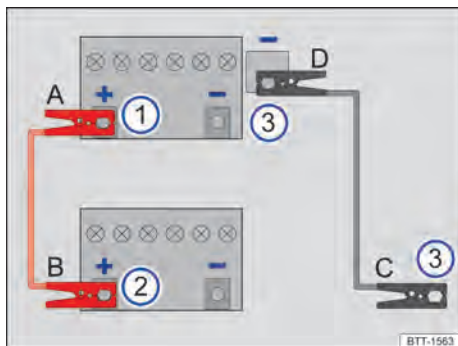
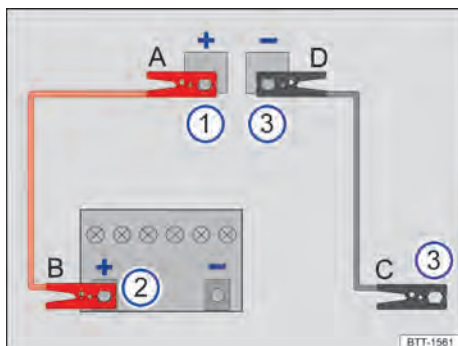

Fig. 210 Esquema para a conexão dos cabos auxiliares de partida (bateria do veículo 12 V no compartimento do motor).
Fig. 211 Esquema para a conexão dos cabos auxiliares de partida no veículo que presta auxílio à partida (bateria do veículo 12 V no compartimento de bagagem).
Legenda para Fig. 210 e Fig. 211:
Conectar o cabo auxiliar de partida somente na sequência **A - B - C - D** → Fig. 210.
- Conectar uma extremidade do cabo auxiliar de partida *vermelho* ao polo positivo (+) do veículo com a bateria do veículo 12 V descarregada → Fig. 210 ① → ▲.
- Conectar a outra extremidade do cabo auxiliar de partida *vermelho* ao polo positivo (+) do veículo fornecedor de corrente → Fig. 210 ②.
- Conectar uma extremidade do cabo auxiliar de partida *preto*, de preferência, num ponto de auxílio à partida (conexão à massa), ou então, numa peça metálica maciça firmemente aparafusada com o bloco do motor ou no próprio bloco do motor do veículo que gera corrente → Fig. 210 ③.
- Conectar a outra extremidade do cabo auxiliar de partida *preto* → Fig. 210 ④ do veículo híbrido com a bateria 12 V descarregada, de preferência, a um ponto de auxílio à partida (ponto de aterramento), ou então, a uma peça ma-
Conectar o cabo auxiliar de partida somente na sequência **A - B - C - D** → Fig. 211.
- Conectar uma extremidade do cabo auxiliar de partida *vermelho* ao ponto de auxílio à partida (polo positivo) (+) do veículo com a bateria do veículo 12 V descarregada → Fig. 211 ① → ▲.
- Conectar a outra extremidade do cabo auxiliar de partida *vermelho* ao polo positivo (+) do veículo fornecedor de corrente → Fig. 211 ②.
- Conectar uma extremidade do cabo auxiliar de partida *preto* → Fig. 211 ③ no veículo com a bateria do veículo 12 V que fornecerá corrente, de preferência, num ponto de auxílio à partida (ponto de aterramento), ou então, numa peça metálica maciça firmemente aparafusada com o bloco do motor ou no próprio bloco do motor.
- Conectar a outra extremidade do cabo auxiliar de partida *preto* → Fig. 211 ④ do veículo híbrido com a bateria 12 V descarregada, de preferência, a um ponto de auxílio à partida (ponto de aterramento), ou então, a uma peça maciça de metal parafusada firmemente com o bloco do motor ou ao próprio bloco do motor → ▲.
- Desconectar o cabo auxiliar de partida com o motor em funcionamento somente na sequência **D – C – B – A** Fig. 210 ou → Fig. 211.